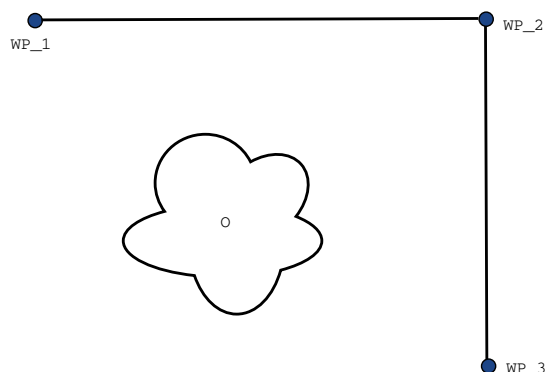

Figura 15.2: WP\_1: poziția inițială, WP\_2: punct via, WP\_3: poziție ridicare, O: obstacol.
**Exemplu** Luați ca exemplu o aplicație de ridicare și plasare (vezi figura 15.2), unde robotul se află momentan la punctul de trecere 1 (WP\_1), și trebuie să ridice un obiect la punctul de trecere 3 (WP\_3). Pentru a evita coliziunile cu obiectul și alte obstacole (O), robotul trebuie să se apropie de WP\_3 venind dinspre punctul de trecere 2 (WP\_2). Astfel, se introduce trei puncte de trecere pentru a crea o cale ce îndeplinește cerințele.